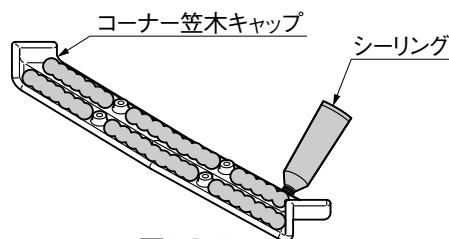

図13-1
- ① コーナー笠木キャップシーリングをしてください。(図13-1参照)